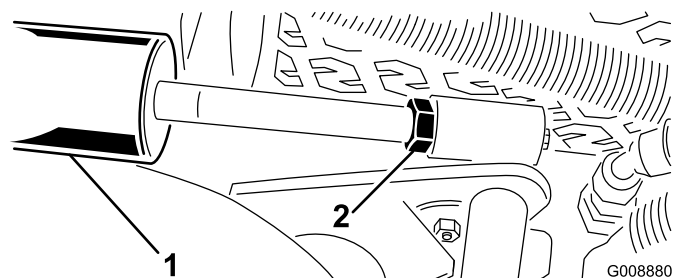

Figura 26
- A. Baixe as unidades de corte e solte a porca de bloqueio do cilindro (Figura 26).